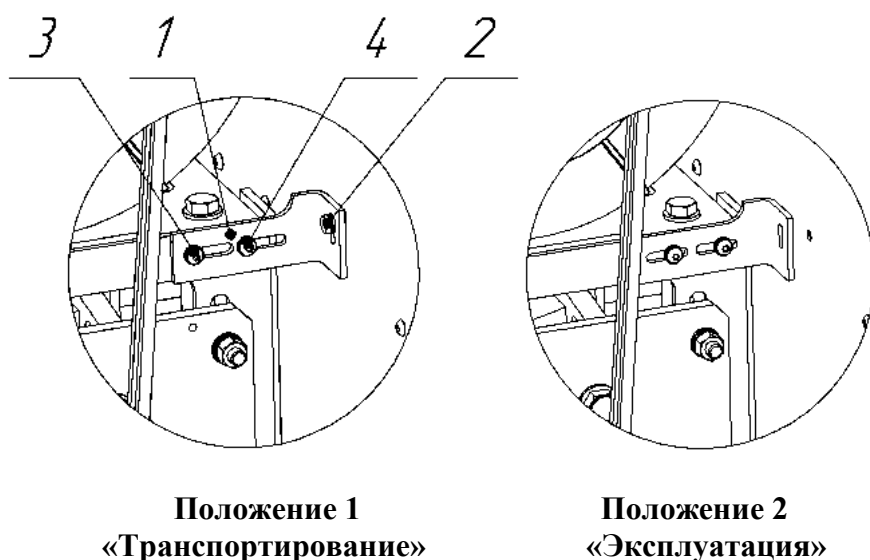

Рисунок 3
- демонтировать транспортировочный кронштейн красного цвета 1 (см. рисунок 3)\*.
Примечание: \*Транспортировочный кронштейн красного цвета 1 (см. рисунок 3) – это уголок, который соединяет основание, на котором закреплены двигатель и спиральный блок, с внутренней перегородкой. Для того чтобы транспортировочный кронштейн не был утерян, его необходимо:
- закрепить кронштейн к основанию винтами 3,4 (см. рисунок 3, положение 2);